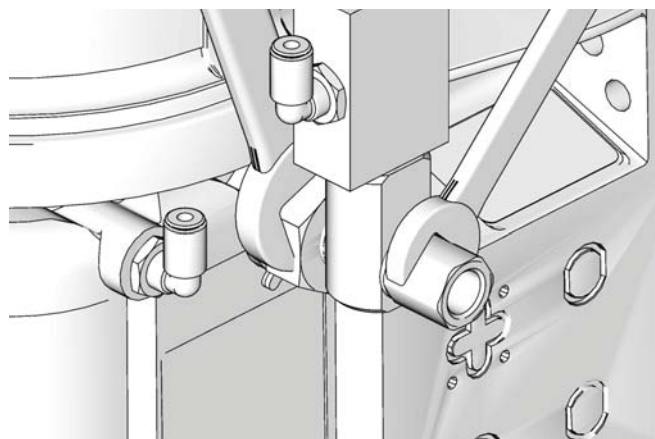

FIG. 6
12. Use dos llaves funcionando en sentidos contrarios para apretar los racores. Apriete el racor a un par a 35 pies. libras (45,7 N•m) (FIG. 6).